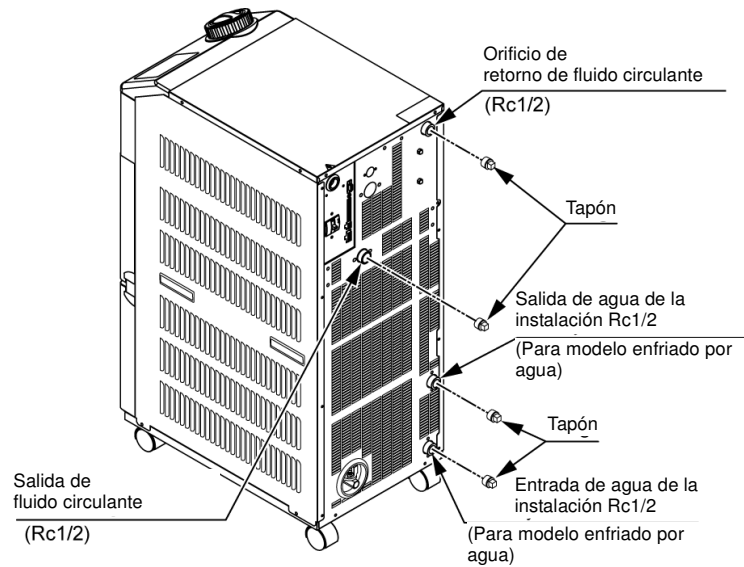

Fig. 7-6 Montaje del tapón en las tuberías del producto
9. Consulte la Fig. 7-6 Montaje del tapón en las tuberías del producto para el montaje del tapón en las tuberías del producto.